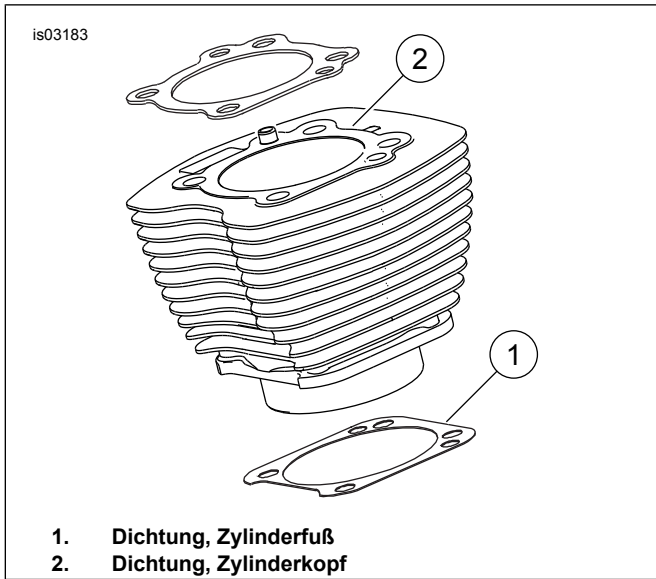

Abbildung 1. Zylinderdichtungen
Abbildung 1. Die 103,12 mm (4,060 in) Zylinderfußdichtung (1) und Zylinderkopfdichtung (2) machen die Verwendung von O-Ringen überflüssig. Keine O-Ringe an Zylinderausrichtstiften oder Zylinderaufnahmen benutzen.